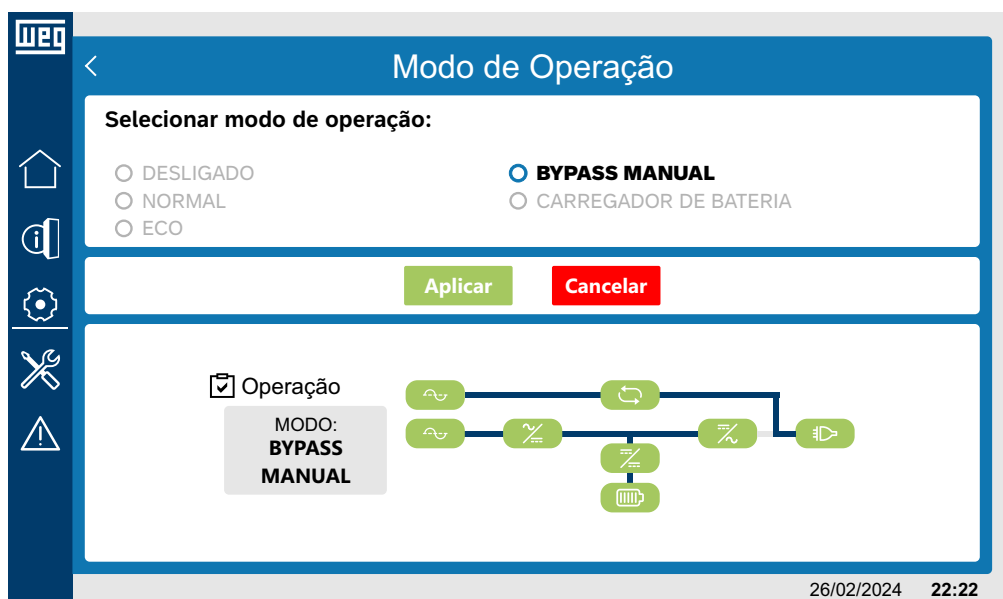

Figura 6.32: Sinóptico no modo de operação no modo bypass manual
- Carregador de bateria: Figura 6.32 na página 6-23.